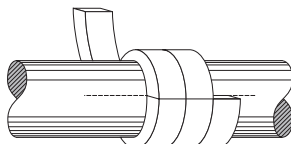

FIGURA 2 – Taglio diritto
2. Tagliare gli anelli con un taglio diritto (vedere la Figura 2). Utilizzare gli anelli tagliati diagonalmente a 45° se indicato per un'applicazione specifica; notare che sono necessari tempi più lunghi tra una regolazione e l'altra per consentire il raffreddamento e la lubrificazione adeguati della baderna. Il metodo preferibile è quello di avvolgere il numero desiderato di spire su un mandrino dello stesso diametro dell'albero, e separare gli anelli con un taglio netto parallelo al mandrino. Assicurarsi che ciascun anello si adatti perfettamente alla cassa stoppa. Non misurare mai la lunghezza calcolata di un anello di baderna. Questo sistema comporterà un cattivo adattamento degli anelli nella cassa stoppa. Un metodo alternativo è quello di utilizzare l'attrezzo specifico per il taglio delle baderne.